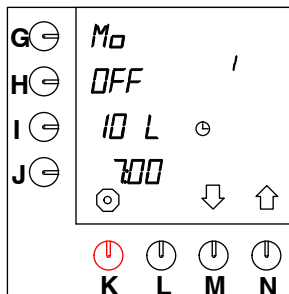

Fig. 33 Forprogrammerede indstillinger (inaktiv)
Der er fjorten forprogrammerede "tidsindstillinger" til alle ugens dage. Så snart disse aktiveres ved hjælp af fremgangsmåden nedenfor, vil de kun være aktive og synlige i brugertilstand. Alle indstillinger kan indstilles efter ønske. De fjorten indstillinger er standard i (se fig. 33):
- Tryk på valgknappen (N.)↑, indtil fig. 33 vises i displayet.